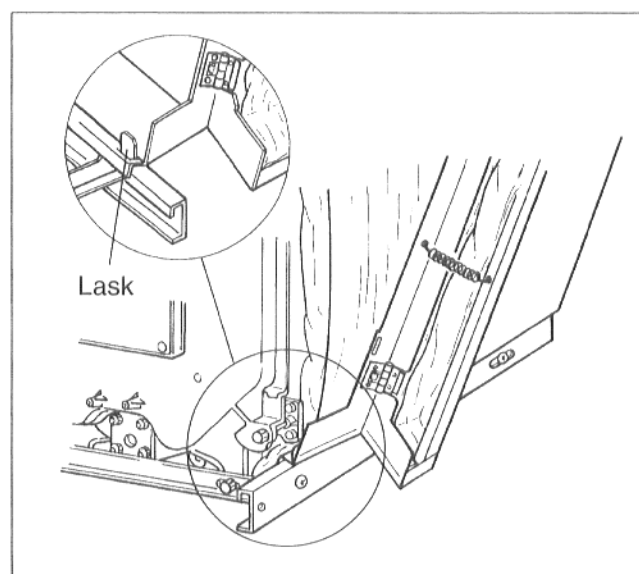

Fig. 37
- Fremre sidevegg (på høyre og venstre side) henges inn på oppoverbøyd lask i sokkel-listen (Fig. 37) og skyves deretter inn over profilen til langsgående travers.